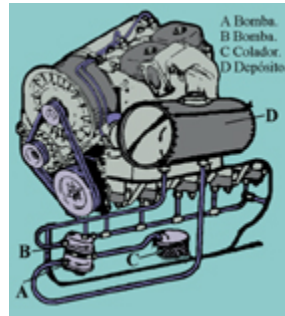

Fig. 5
- **Lubricación por cárter seco (fig. 5)**